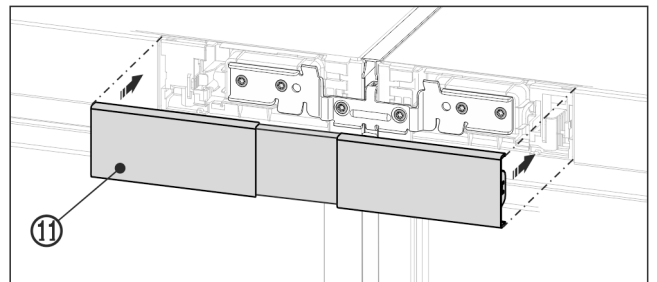

Fig. 19 Beispielhafte Darstellung
- Obere Abdeckung Fig. 19 (11) auf den noch offenen Zwischenraum der beiden Bedienteilblenden aufrasten. Darauf achten, dass die Aussenseiten der Abdeckung bündig mit den Bedienteilblenden abschließen.